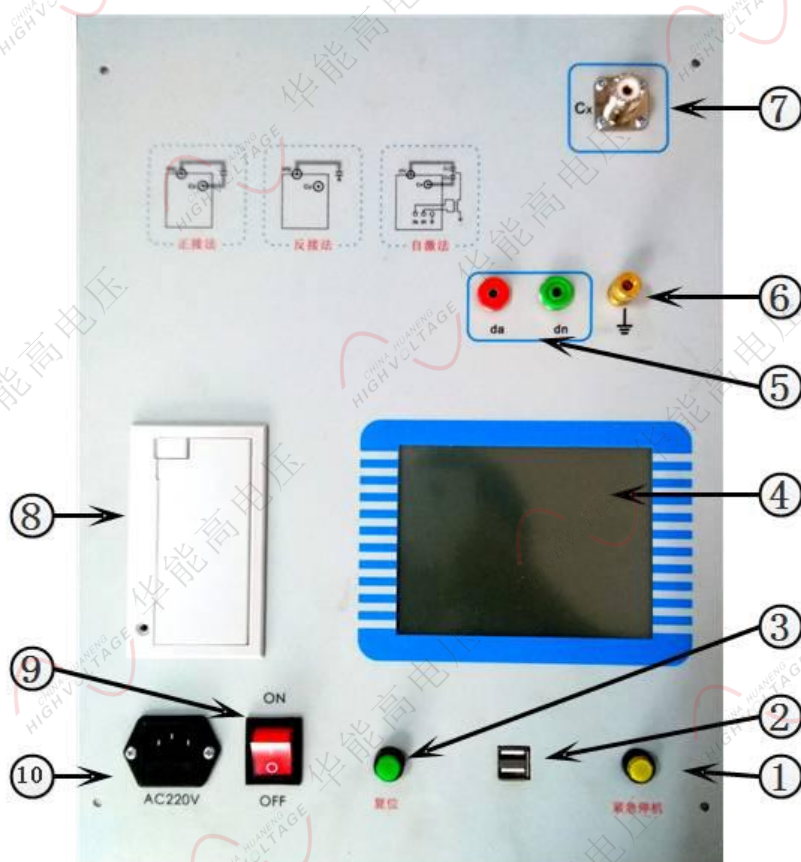

图 4—1
安装位置：如图 4—1—①。
安装位置：如图 4—1—②。
安装位置：如图 4—1—③。
安装位置：如图 4—1—④。
4.5、① da
安装位置：如图 4—1—⑤
安装位置：如图 4—1—⑥。
安装位置：如图 4—1—⑦
安装位置：如图 4—1—⑧。
安装位置：如图 4—1—⑨。
安装位置：如图 4—1—⑩。
安装位置：如图 4—2—⑪，外设保护门。